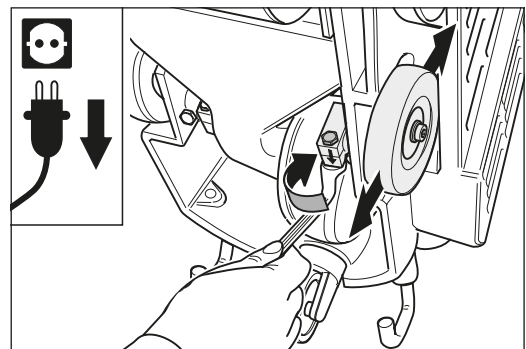

Fig. 37 Desserrez la vis du dispositif de blocage de la roue droite.
**6** Débloquer l'écrou de serrage sur le dispositif de blocage de la roue réglable et placez à nouveau le calibre sur le boîtier de la machine (fig. 37).